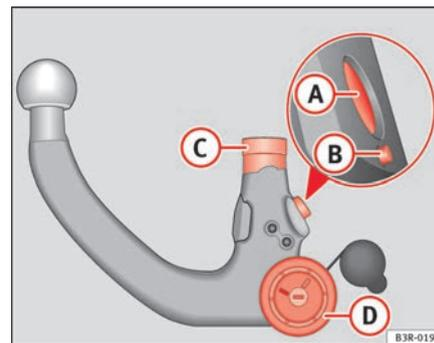

Fig. 150 Dispositif d'attelage amovible : boule d'attelage
- Vérifiez l'état et la propreté de la boule d'attelage au niveau du pivot de verrouillage (A), du pivot de déclenchement (B), de la tige d'introduction (C) et de la molette (D) ⇒ page 201, fig. 150.